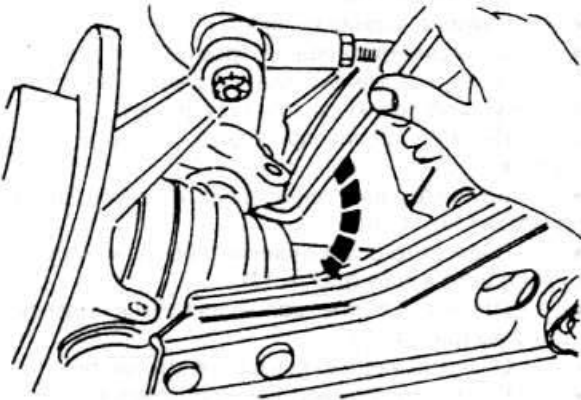

Рис. 4.12
- ◆ Вывинтите зажимной болт крепления поворотного кулака на колонне подвески (рис. 4.12).